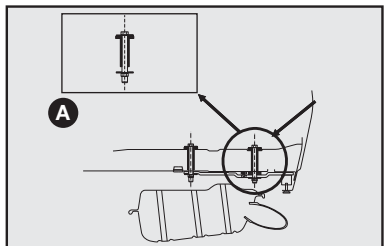
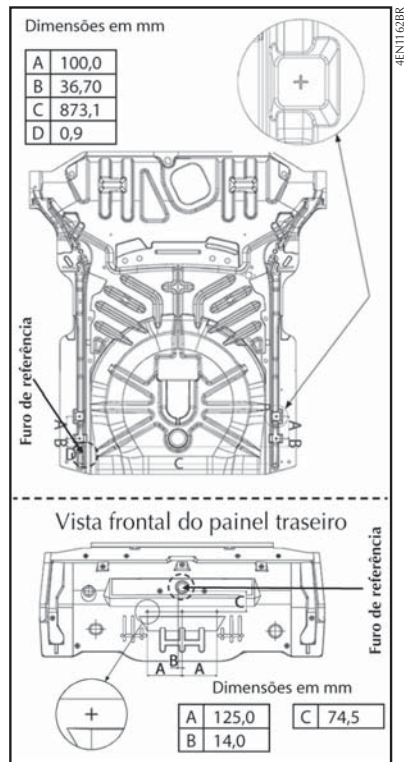
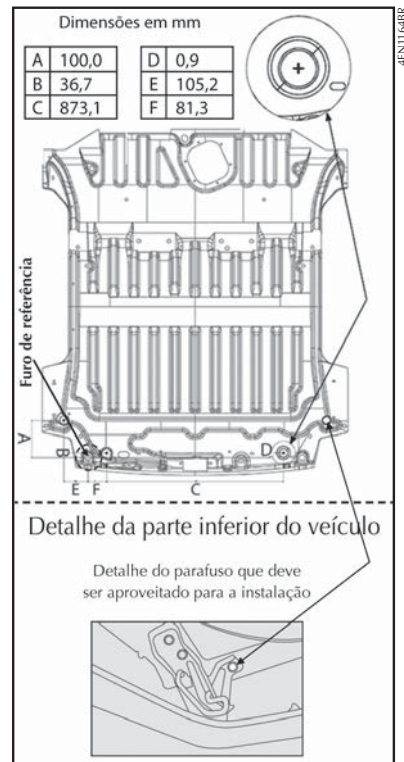

fig. 12
fig. 13
fig. 14
- Efetuar no veículo a furação com  $\varnothing$  (diâmetro) 11 mm traspassando o assoalho posterior (ver detalhe **A-fig. 12**) e a longarina nas marcas esquemáticas indicadas na figura correspondente ao modelo do seu veículo (**fig. 13 a fig. 14**).